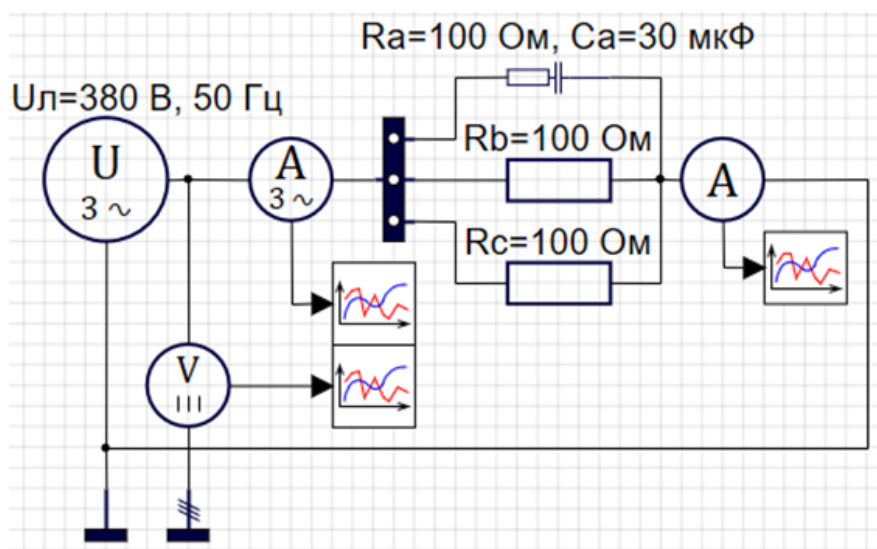

Рис. 4.7
6. Для указанных в зависимости от номера варианта значений параметров (табл. 4.1) собрать в окне проектов системы SimInTech несимметричную трехфазную цепь при соединении фаз приемника по схеме звезда с нейтральным проводом (рис. 4.7). Задать в окне свойств для источника напряжения для параметра **Вывод нейтрали** значение **Да**.